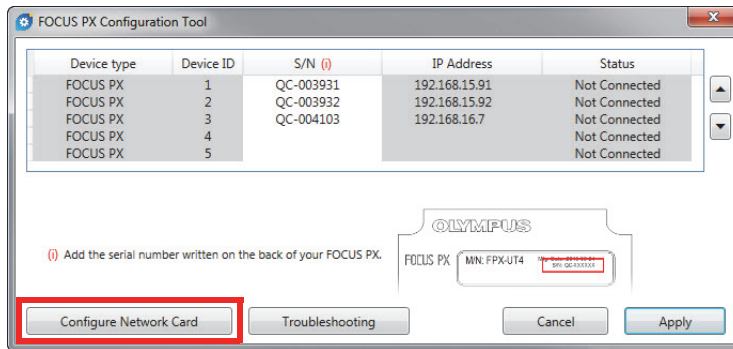

Figure 5-2 Démarrage de la configuration de la carte réseau
3. Cliquez sur **Configure Network Card** (Configurer la carte réseau) [voir la Figure 5-2 à la page 21].